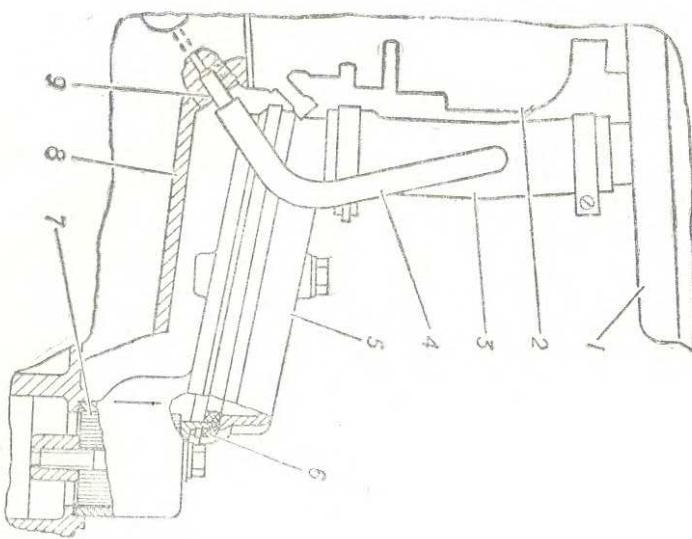

Рис. 12. Схема закрытой системы вентиляции картера:
**Вентиляция картера** двигателя (рис. 12) закрытая, принудительная, действующая за счет разрежения во впускной трубе и в воздушном фильтре. При работе двигателя на частичных нагрузках газы из картера отсасываются во впускную трубу, на полных нагрузках — в воздушный фильтр и впускную трубу.